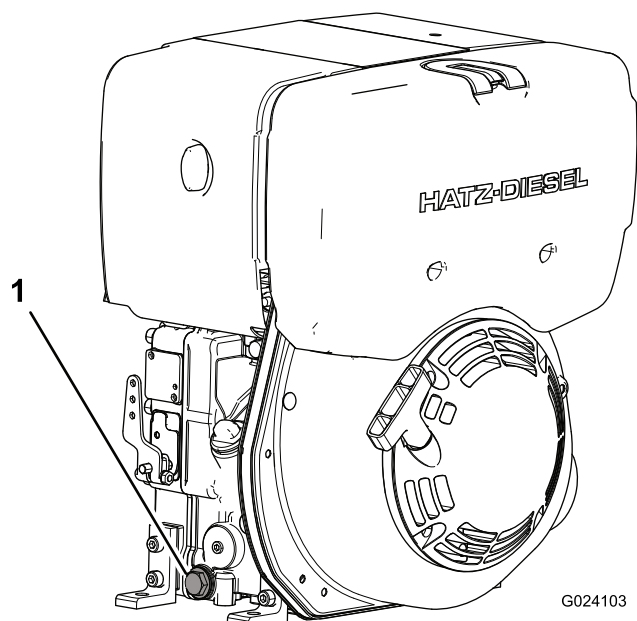

Figura 25
4. Coloque un recipiente adecuado debajo del tapón de vaciado de aceite (Figura 25).